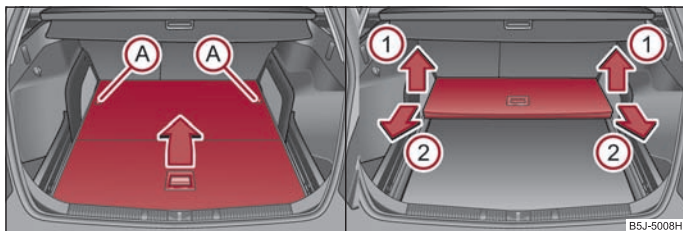

Fig. 62 Coffre à bagages: Rabattre / Extraire le plancher de chargement variable
- Déverrouillez le plancher de chargement variable en faisant tourner les axes de fixation (A) d'env. 180° vers la gauche ⇒ fig. 62.
- Soulevez le plancher de chargement variable dans le sens de la flèche ① ⇒ fig. 62 et sortez le plancher de chargement en le tirant dans le sens de la flèche ② ⇒ fig. 62.